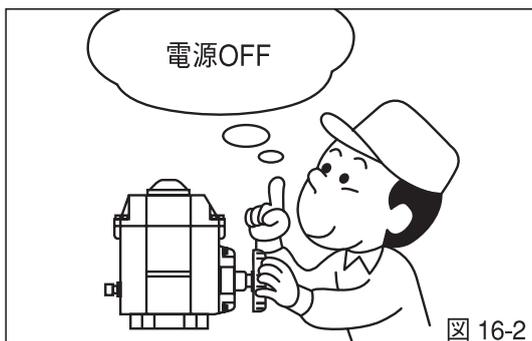

図 16-2
- ❗ 配管後の注意事項：電動式のバルブにおいて、手動ハンドルで操作する場合、元の電源を切ってから作業を行ってください。また、復帰後は差し込みレバーを取除いてから主電源を入れてください。（図16-2）